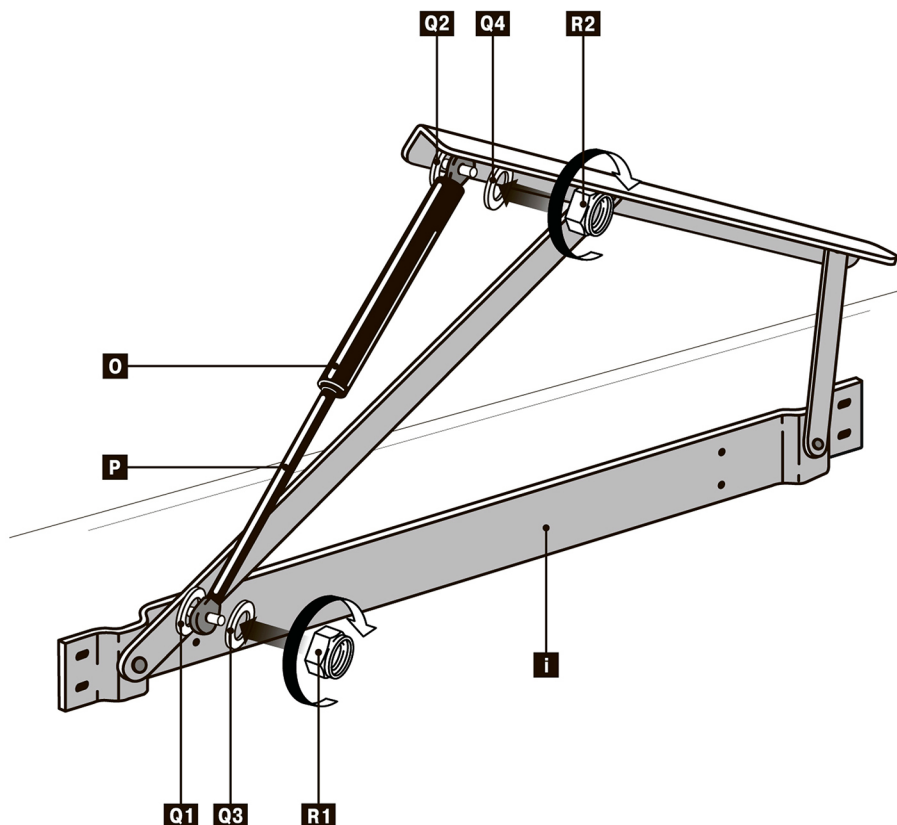

Рис. 8 Установка газового амортизатора на механизме подъема
Перед установкой газового амортизатора установите фторопластовые шайбы **Q1** и **Q2** (рис. 8)
18. Установите фторопластовые шайбы **Q3** и **Q4** (рис. 8)
19. Установите и затяните гайки М10 со стопорным кольцом **R1** и **R2** до упора, затем ослабьте на четверть оборота (рис. 8)